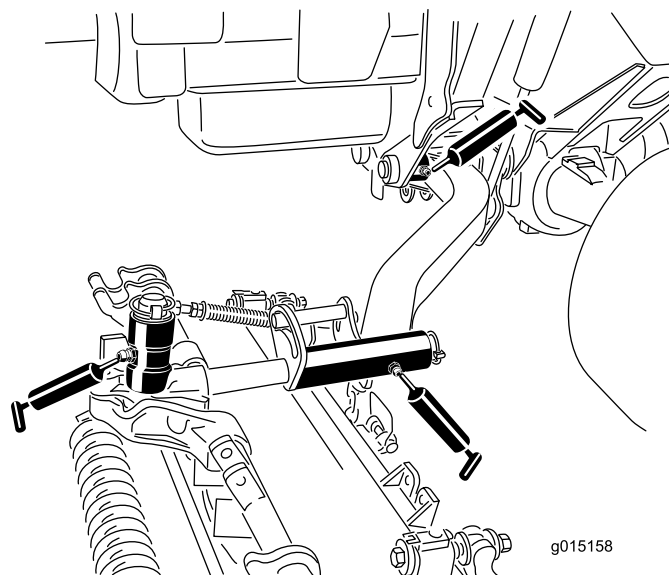

Bild 73
- Schneideinheit-Trägerrahmen (2 pro Schneideinheit) (Bild 73)
- Schneideinheit-Hubarmgelenk (1 pro Schneideinheit) (Bild 73)
- Hubarm-Drehbüchsen (1 pro Schneideinheit) (Bild 73)